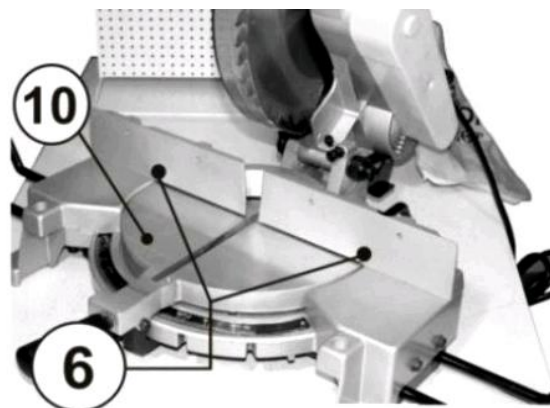

Рис. 16
- Если фронтальный упор (6) (См. Рис. 16), был снят с основания пилы, его необходимо установить под углом 90 градусов к пыльному диску.
- Поместите угольник одной стороной плотно к фронтальному упору (6), а другой к прорези в столе (См. Рис 16).